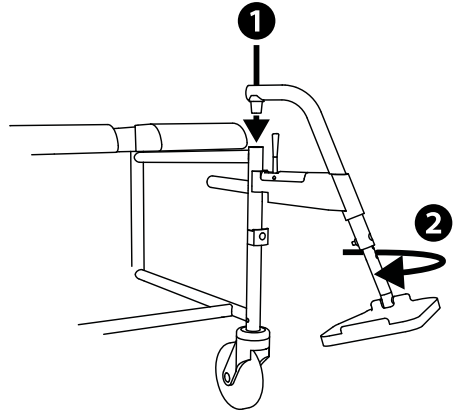

Abb.8
1. Hängen Sie die Beinstützen von oben seitlich in das Rahmenrohr ein (1, Abb. 8).
2. Schwenken Sie die Beinstütze nach vorne bis sie hörbar einrastet (2, Abb. 8).